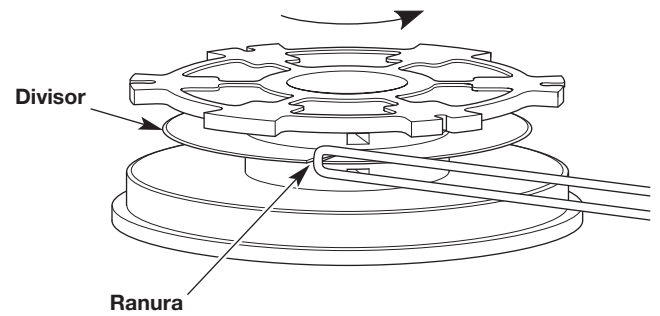

Fig. 13
2. Inserte el lazo en la ranura del divisor (Fig. 13). Enrolle el hilo ajustado en el sentido que se indica en la parte inferior del carrete interior hasta que queden aproximadamente 6 pulgadas (150 mm) de hilo. Mantenga la mitad superior del hilo por encima del divisor y la mitad inferior del hilo por debajo del divisor.